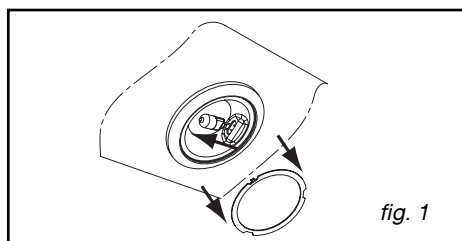

fig. 1
- Avlägsna glasluckan (fig. 1).